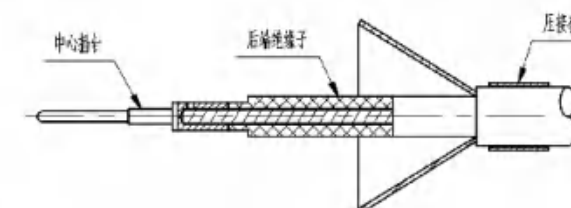

图 4.1-11
④按图 4.1-11 中心插针到电缆中心导体上, 通过中心插针尾部的观察孔可看到电缆中心导体, 使用压接钳 M22520/2-01, 档位 5 档, 定位器 M22520/2-35 件进行压接。